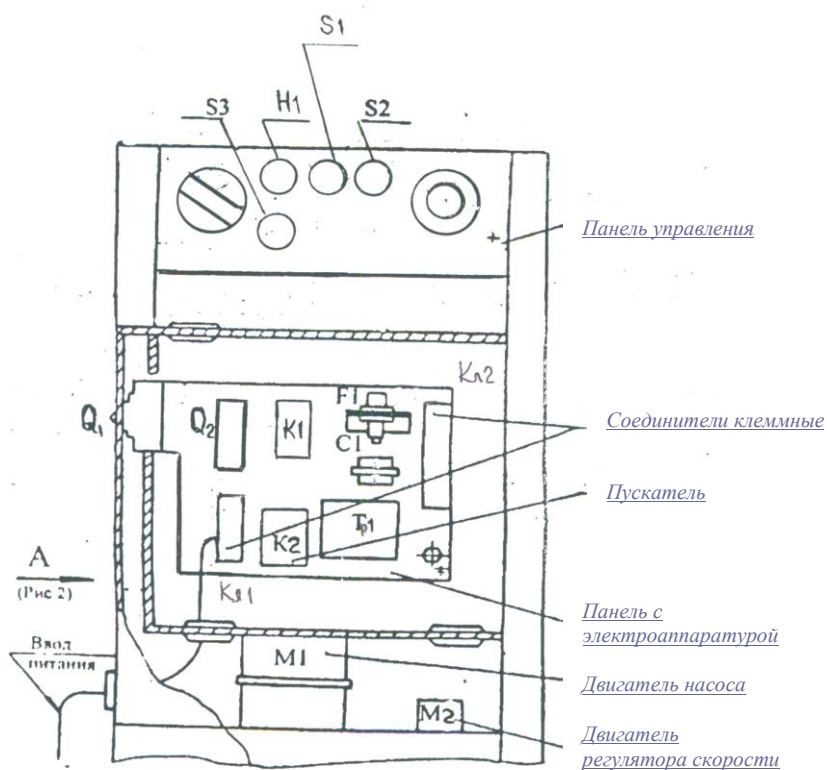

Рис. 4
Размещение элементов электроаппаратуры представлено на Рис.4.
Эти элементы электрооборудования можно увидеть на Рис. 4.
Система измерительная СИ предназначена для определения граничных условий прочности при деформации. СИ состоит из датчика давления типа MLH (D), блока согласования U_3 , пульта управления РМ 5.10.П и блока питания U_2 (Рис.4). Блок согласования предназначенный для нормирования сигнала датчика и управления промежуточным реле, которые управляют работой пускателей электродвигателя насоса.